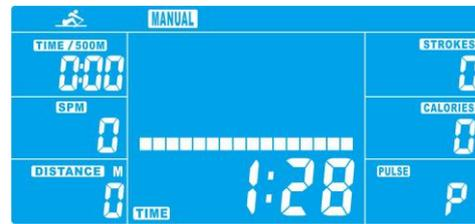

Figure3
4.4 Appuyer sur la touche START/STOP pour commencer l'entraînement (Figure 3). La valeur réglée commence à défiler sur la base de la valeur